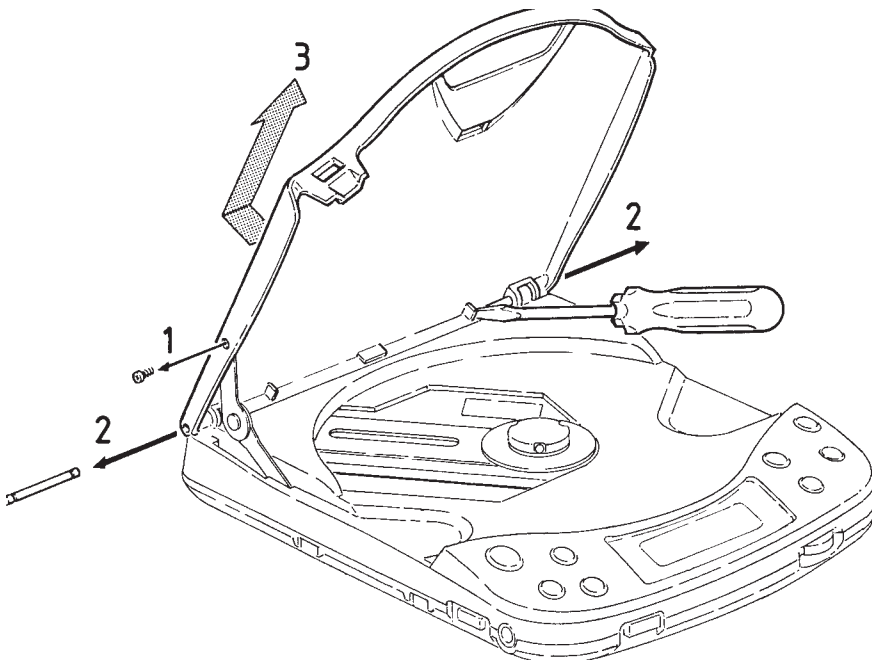

Fig. 1
1. Entfernen der CD-Klappe (Fig. 1)
1. Removing the CD-Door (Fig. 1)